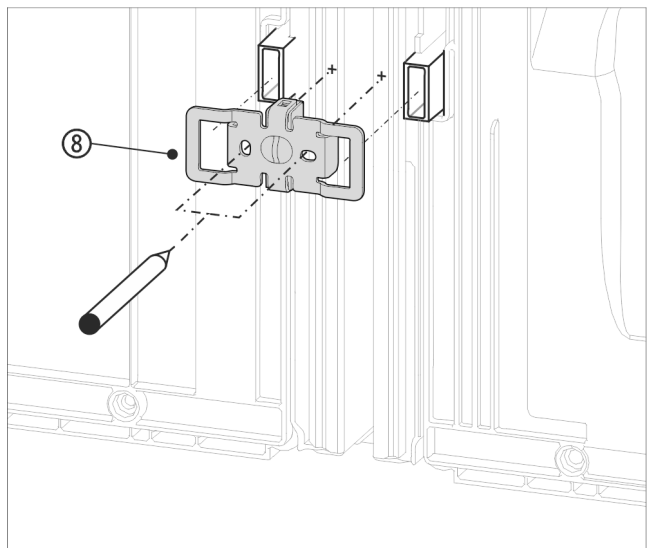

Fig. 14 Représentation à titre d'exemple
- Pousser l'équerre Fig. 14 (8) avec les cavités sur le logement des supports d'espacement muraux.